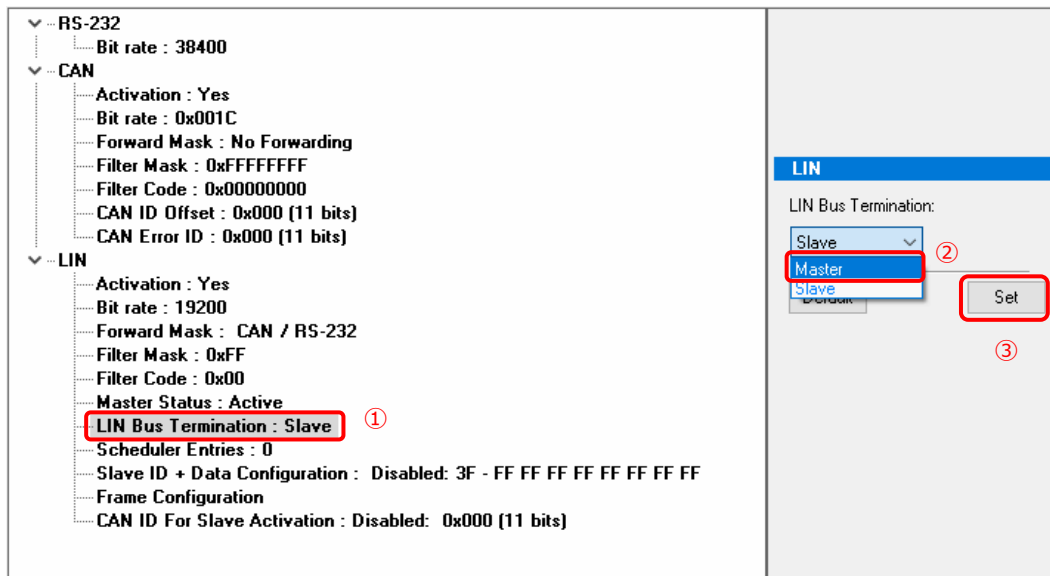

図 4.3-4
LIN Bus Termination を選択し（図 4.3-4 ① 参照）、Master を選択（② 参照）、Set ボタンをクリックします（③ 参照）。